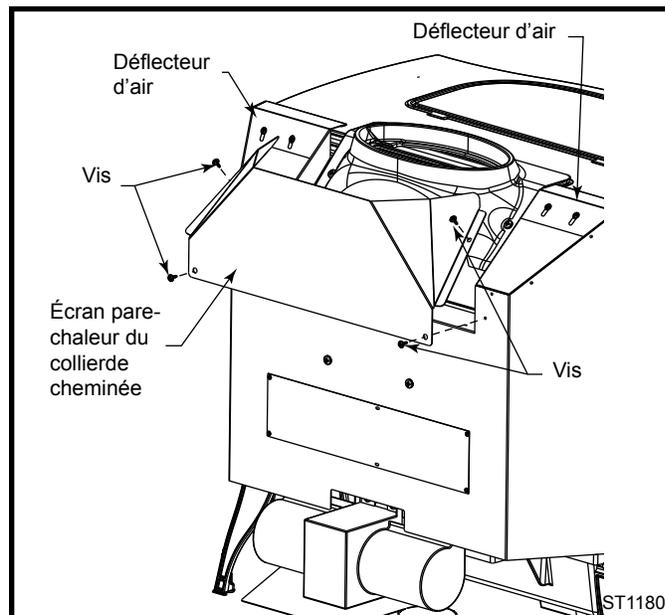

Fig. 23 Installation de l'écran pare-chaleur du collier de cheminée.
**ATTENTION :** Le pare-chaleur du collier de cheminée doit être fixé au poêle Defiant. Utiliser quatre (4) vis pour métal en feuille #10 pour visser l'écran pare-chaleur du collier de cheminée à l'arrière du poêle. (Fig. 23)